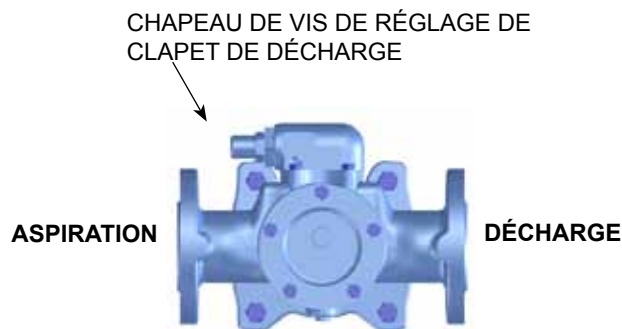

FIGURE 3
4. Le chapeau de vis de réglage de clapet de décharge doit toujours être dirigé vers le côté aspiration de la pompe. Voir la figure 3. Si la rotation de la pompe est inversée, retirer le clapet de décharge et le retourner bout pour bout (voir tout d'abord **ROTATION DE LA POMPE** page 9 pour des étapes supplémentaires nécessaires pour assurer un fonctionnement correct).